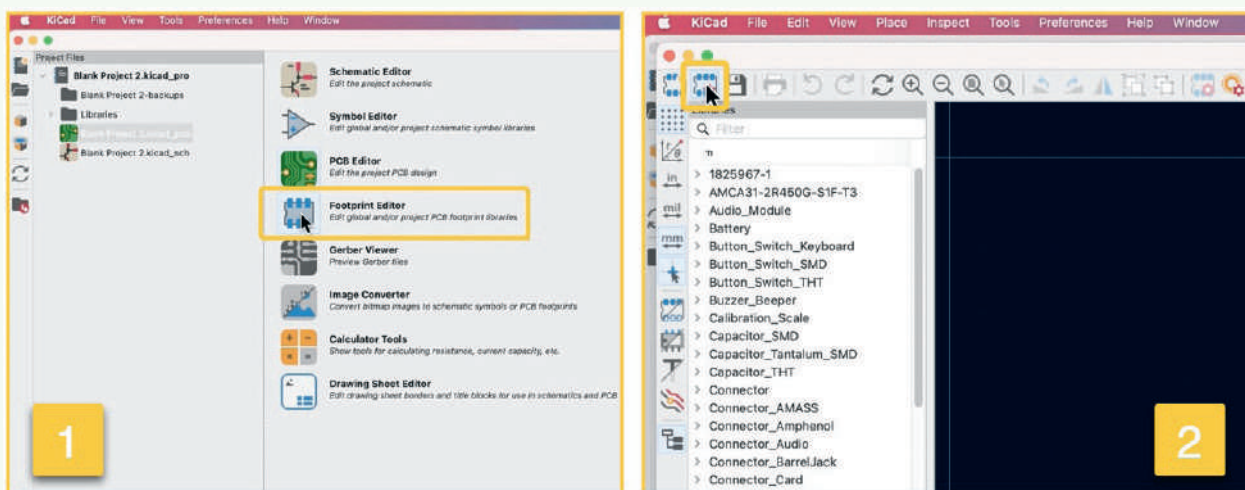

Figure 1. Démarrage de l'assistant d'empreinte.
Avec l'assistant « Footprint Wizard », vous pouvez créer rapidement et facilement une empreinte personnalisée pour un ensemble standard de composants. Supposons que vous vouliez créer une empreinte personnalisée pour un composant DIP. Depuis la fenêtre du projet KiCad (figure 1), démarrez *Footprint Editor* (1), puis cliquez sur le bouton *Footprint Wizard* (2). Dans la liste des générateurs disponibles dans l'assistant, sélectionnez la ligne 8, « *S-DIP* ».